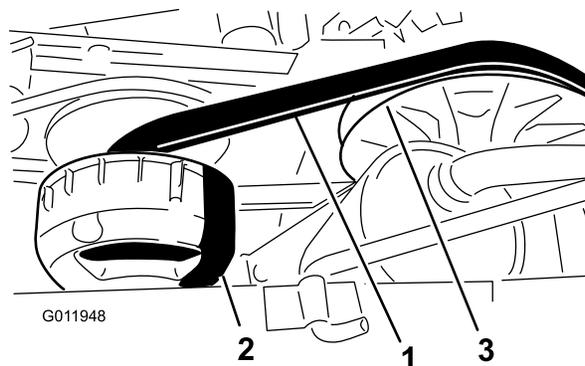

Рисунок 53
4. Проверните и осмотрите ремень (Рисунок 53) на наличие чрезмерного износа или повреждений.
3. Поверните и проложите ремень поверх вторичного сцепления (Рисунок 53).
4. Снимите ремень с главного сцепления (Рисунок 53).
5. Проложите новый ремень поверх главного сцепления (Рисунок 53).
6. Поверните и проложите ремень поверх вторичного сцепления (Рисунок 53).